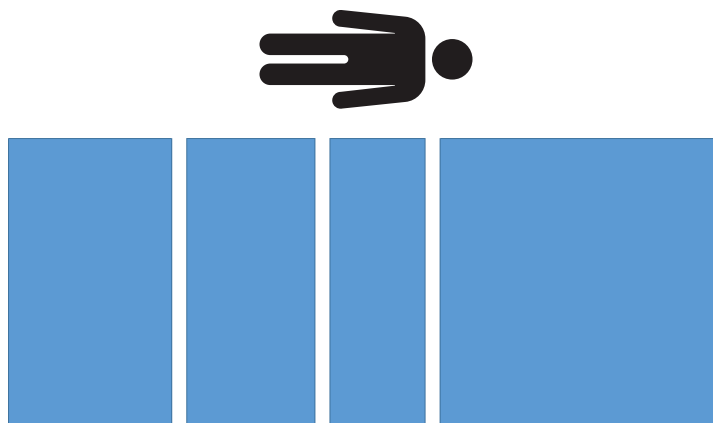

Figura 26 – Ensaio de repetibilidade - sem peso
2. Retire todos os pesos calibrados do produto (Figura 26).